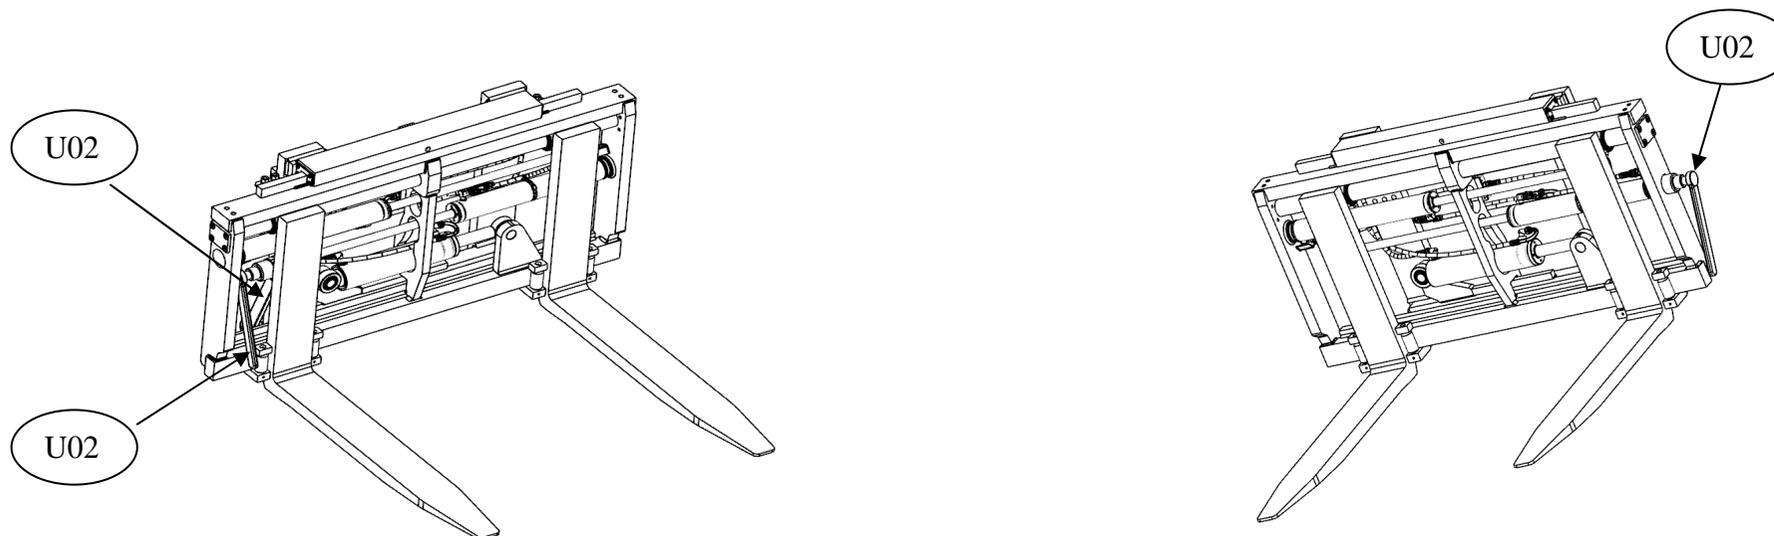

Fig.009
4.3.3 Smontaggio cilindro sinistro (vista cartellista) spostamento forca (Fig.009)